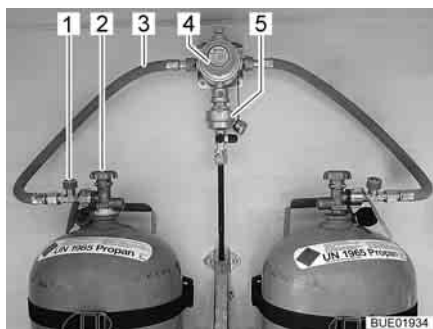
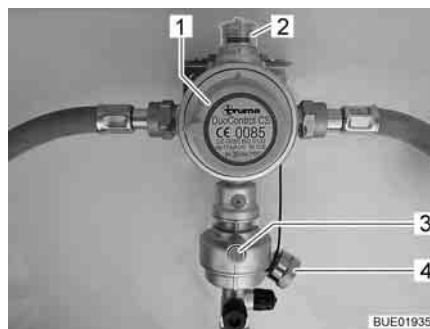

Fig. 86 Bombole del gas con DuoControl
Fig. 87 Impianto di regolazione DuoControl
L'impianto di regolazione DuoControl consiste in una valvola di commutazione (Fig. 86,4) e un sensore crash (Fig. 86,5). L'impianto di regolazione DuoControl è installato tra i tubi flessibili del gas (Fig. 86,3) con un dispositivo antirottura del tubo flessibile (Fig. 86,1). Con la manopola (Fig. 87,1) sulla valvola di commutazione è possibile stabilire quale delle bombole del gas viene utilizzata come bombola in uso e quale come bombola di riserva.
Nella finestra di controllo (Fig. 87,2) viene visualizzato lo stato del rifornimento di gas:
Il funzionamento con una sola bombola del gas è consentito, ma in questi casi il collegamento aperto deve essere assolutamente chiuso con una copertura cieca (Fig. 87,4).
Il sensore crash blocca l'alimentazione del gas in caso di forti vibrazioni (es. incidente). Il sensore crash viene azionato mediante pressione del tasto reset verde (Fig. 87,3).
Il dispositivo antirottura del tubo flessibile (Fig. 86,1) blocca il flusso di gas quando il tubo flessibile collegato si rompe. Il dispositivo antirottura del tubo flessibile deve essere attivato premendo il tasto verde.
Tramite la centralina di controllo (Fig. 88) è possibile attivare e disattivare l'alimentazione del gas tramite l'impianto di regolazione DuoControl. Le valvole principali di arresto (Fig. 86,2) delle bombole del gas e i rubinetti di arresto del gas degli apparecchi devono essere aperti manualmente.
- Con la manopola (Fig. 87,1) sulla valvola di commutazione selezionare la bombola del gas, da cui proviene la principale alimentazione del gas (bombola in uso). Girare la manopola fino all'arresto.
- Aprire le valvole principali di arresto (Fig. 86,2) delle bombole del gas.
- Premere il tasto verde del dispositivo antirottura del tubo flessibile (Fig. 86,1). Nella finestra di controllo (Fig. 87,2) viene visualizzato il simbolo verde.
- Chiudere le valvole principali di arresto (Fig. 86,2) delle bombole del gas.
Se la spia di controllo verde (Fig. 88,6) si spegne durante il funzionamento e la spia di controllo rossa (Fig. 88,5) si accende, significa che la bombola in uso è vuota e deve essere sostituita. Nella finestra di controllo (Fig. 87,2) viene visualizzato il simbolo rosso. La bombola di riserva continua ad alimentare le utenze a gas.
- Ruotare di mezzo giro la manopola (Fig. 87,1) in direzione della bombola del gas utilizzata. In questo modo questa bombola del gas ora è la bombola in uso, mentre la bombola del gas vuota diventa la bombola di riserva. Il simbolo nella finestra di controllo (Fig. 87,2) passa da rosso a verde.
- Chiudere la valvola principale di arresto (Fig. 86,2) della bombola del gas vuota. Osservare la direzione della freccia.
- Premere il tasto verde del dispositivo antirottura del tubo flessibile (Fig. 86,1).